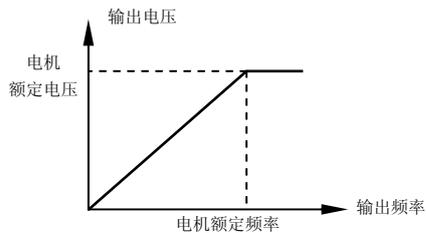

图 7-1 输出电压与输出频率的关系
- ☞ 根据电机铭牌上标称的额定电压进行选择。该参数定义了变频器输出到电机的最大电压值。当变频器的输出频率等于 9907 定义的电机额定频率时，其输出电压同时亦到达额定电压值。参见图 7-1。